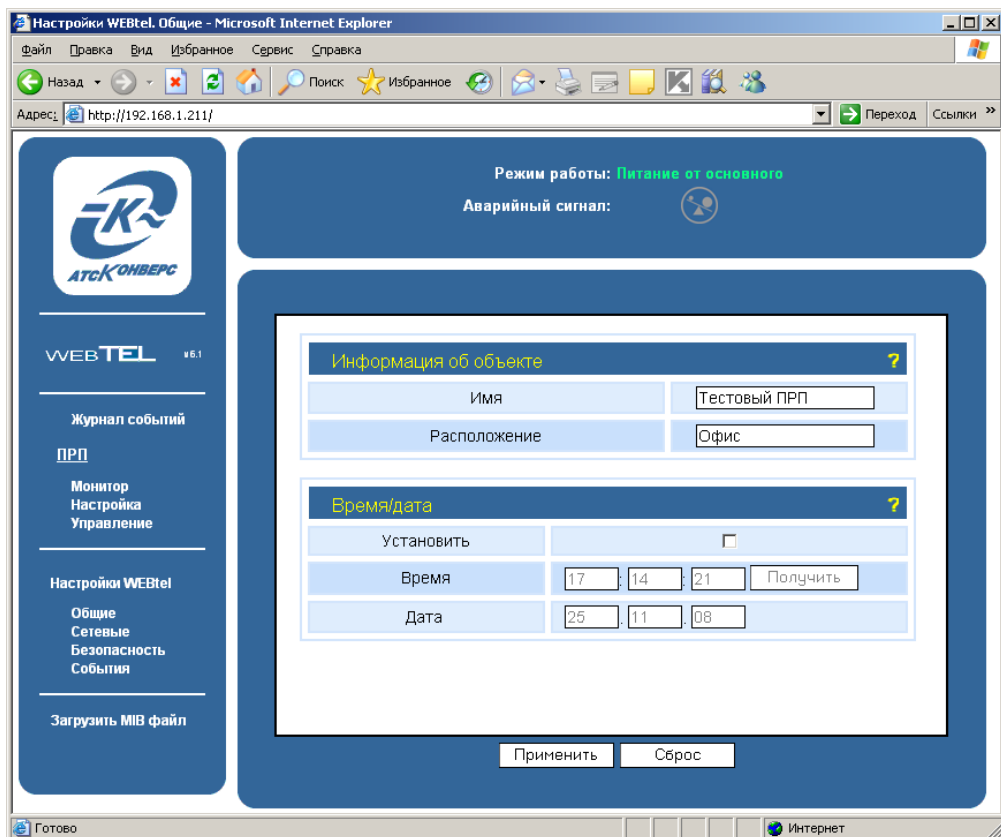

Рисунок 13 – Страница настройки общих параметров адаптера
7.7.2 Страница настройки общих параметров адаптера отображается в правой части окна web-браузера (рисунок 13).